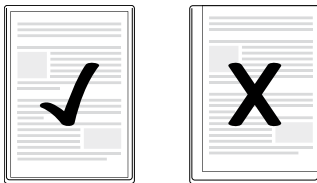

Fig. 1
- ▶ Veiller à ce que toutes les bordures du document aient au moins deux millimètres d'écart par rapport au bord de la pochette à film, comme indiqué sur la fig. 1.